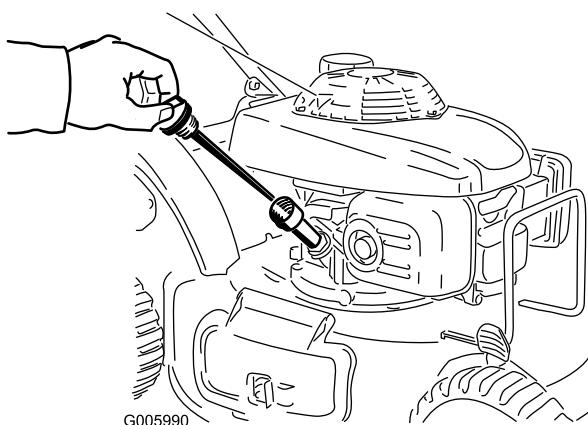

Figure 40
2. Retirez la jauge (Figure 40).
4. Versez de l'huile **avec précaution** dans le tube de remplissage d'huile, en vérifiant régulièrement le niveau sur la jauge, jusqu'à ce que la jauge indique que le moteur est plein, comme indiqué à la Figure 40.